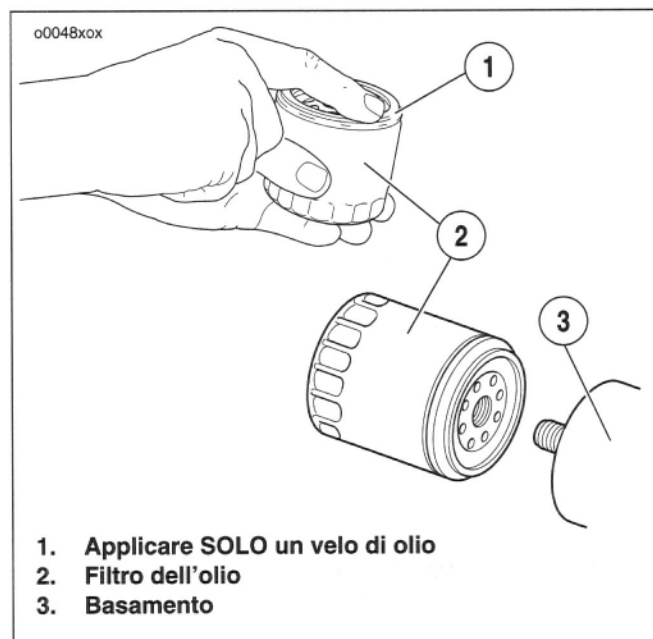

Figura 38. Applicazione di un velo di olio
2. Vedere la Figura 38. Pulire con un panno pulito la superficie di contatto della guarnizione del filtro sulla base del filtro dell'olio. La superficie deve essere liscia e priva di detriti o di parti della vecchia guarnizione.
3. Applicare un velo di olio alla superficie di contatto della guarnizione sul basamento (3), sulla guarnizione stessa e sul **nuovo** filtro dell'olio.